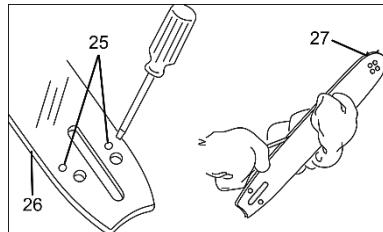

Рисунок 5
- Перевірте, щоб канал для оліви (25, рисунок 5) та напрямні на напрямній шині (26, рисунок 5) не були засмічені. При необхідності прочистіть їх.
- Перевірте, чи вільно обертається зірочка (27, рисунок 5) на вістрі напрямної шини. Якщо після виконання всіх зазначених вище заходів робота системи змащення не відновилася, слід звернутися до фірмового сервісного центру TM WORCRAFT.